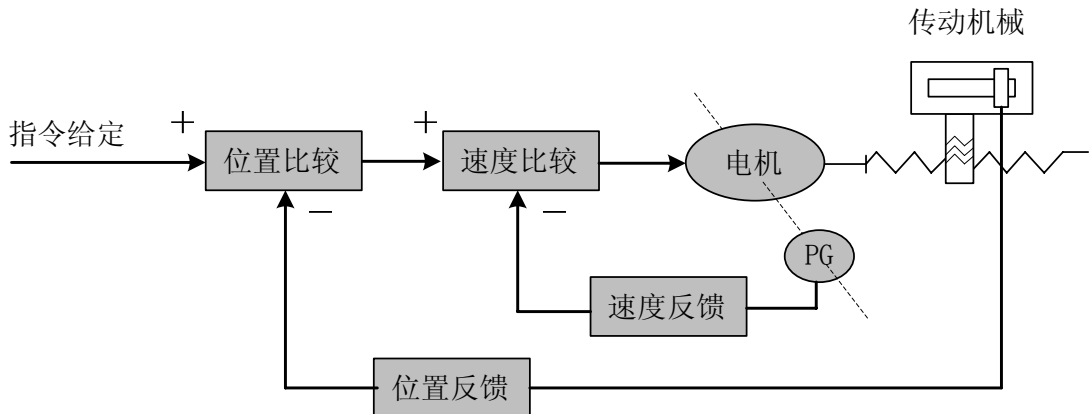
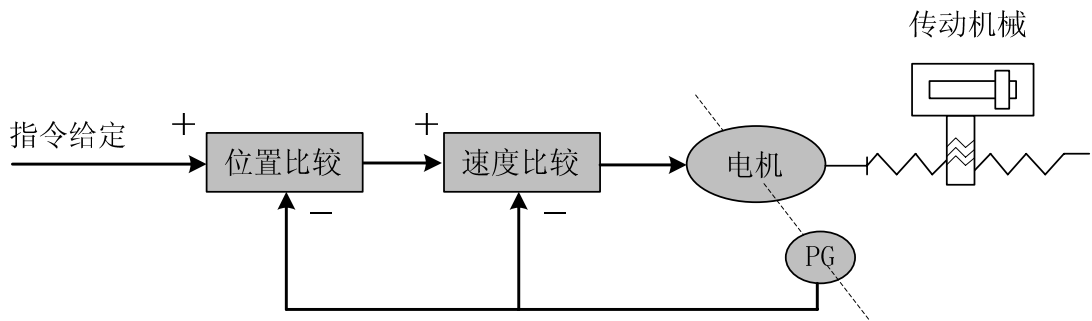

图 1-4 全闭环控制装置
图 1-5 半闭环控制装置
- **闭环控制装置**：控制装置的被控量由反馈单元检出并输送给控制单元，影响控制单元的输出进而改变被控量。按反馈单元的检测点划分，闭环控制装置又分为**全闭环控制装置**和**半闭环控制装置**。反馈装置直接检测被控量用于反馈的称为全闭环控制装置（如图 1-4），机械位置为被控量，用安装在机械上的光栅尺作为位置反馈装置，以伺服电机的编码器作为速度反馈装置，这个系统实现了机械位置的全闭环控制。如果没有安装光栅尺，以伺服电机的编码器同时作为位置和速度反馈装置（如图 1-5），那么，这就是一个机械位置的半闭环控制装置。